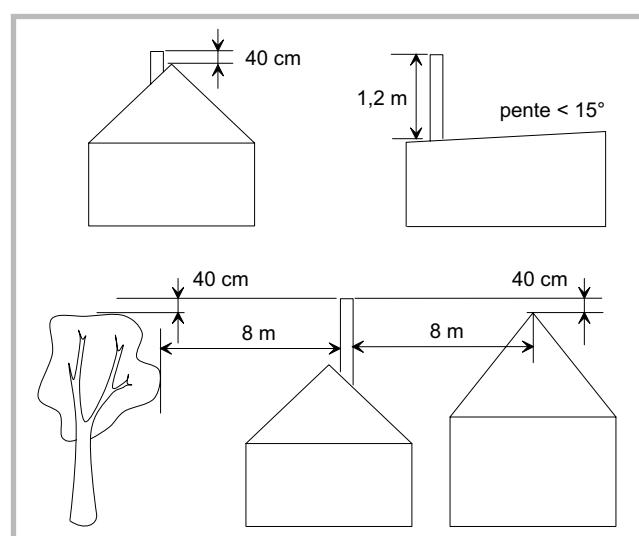

Figure 3 - Hauteur de la souche du conduit de fumée
- Il doit avoir 4 à 5 mètres de hauteur et doit déboucher à 40 cm du faîte de la maison ou de toute construction à moins de 8 m (fig. 3, p. 5).
- Dans le cas de terrasse ou de toit dont la pente est inférieure à  $15^\circ$ , la souche doit au moins être égale à 1,20 m (fig. 3, p. 5).